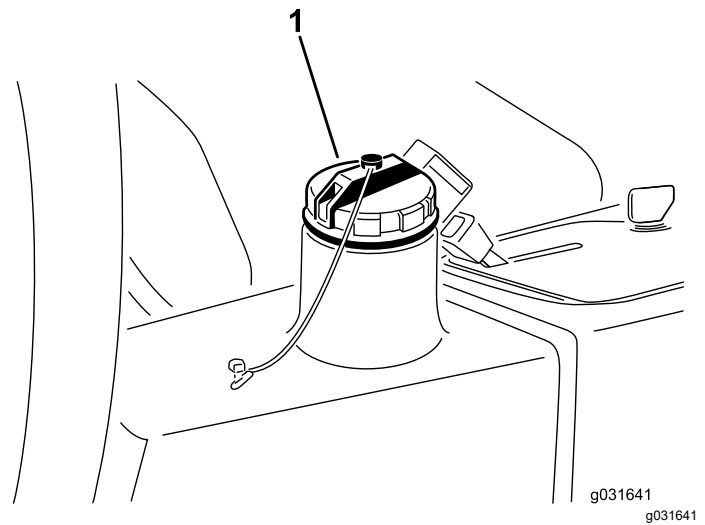

Figura 67
4. Riempite il serbatoio idraulico (Figura 67) con circa 13,2 litri di fluido idraulico; vedere Verifica dell'impianto idraulico \(pagina 59\).